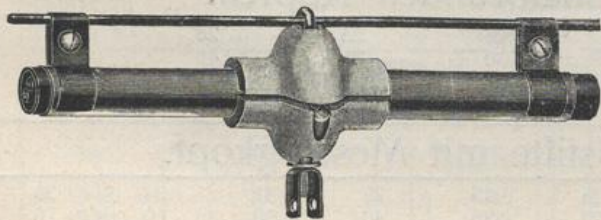

Fig 2
2. Leitungsverlegung in Rohren. (Fig. 2).